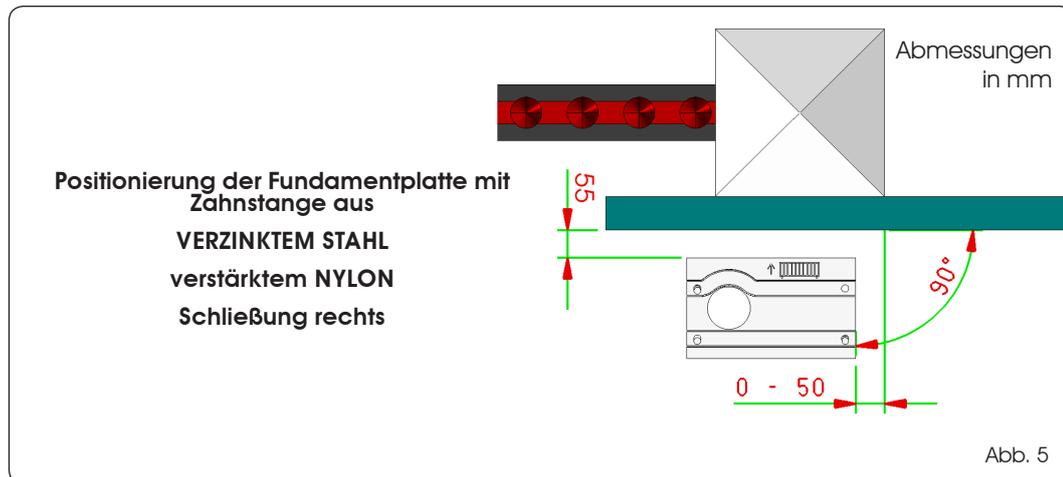

Abb. 5
2. Die Grundplatte muss gemäß Abb. 5 (Schließung rechts) oder Abb. 6 (Schließung links) positioniert werden, um ein korrektes Eingreifen zwischen Ritzel und Zahnstange zu gewährleisten.